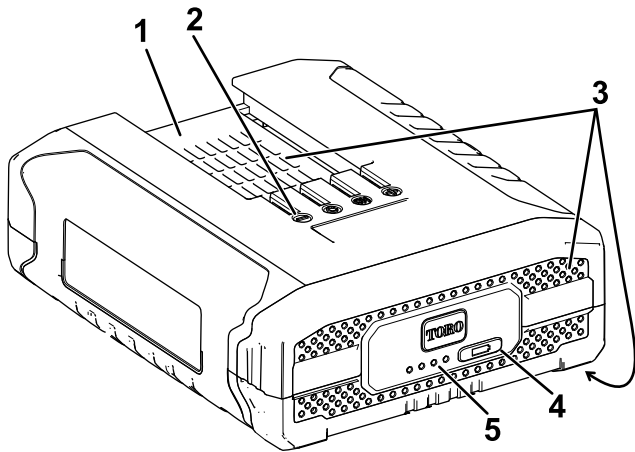

Figure 9
2. Alignez le creux de la batterie (Figure 9) sur la languette du chargeur.